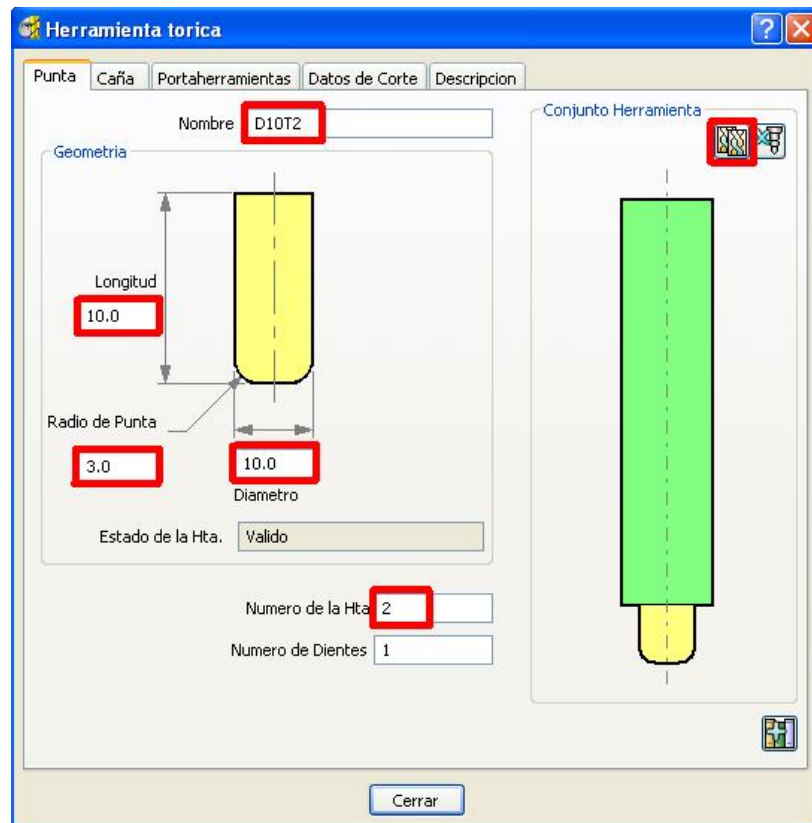

Figura 2.155 Cuadro de diálogo Herramienta tórica, Punta.
- En el cuadro de diálogo Herramienta tórica, hacer clic en  para crear una nueva herramienta basada en la herramienta de desbaste existente. El nombre por defecto que se proporciona es D16T1_1 (Figura 2.155).
Escribir (Figura 2.155):